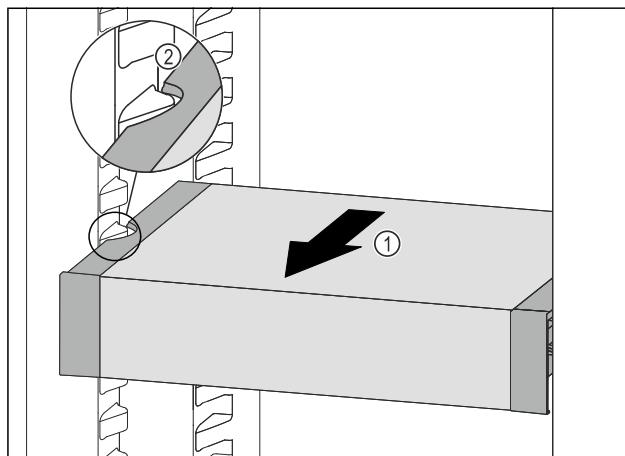

Fig. 89
- Изтеглете VarioSafe напред Fig. 89 (1), докато страничните прорези на VarioSafe се намират на височината на реброто на съда в хладилната част. Fig. 89 (2)